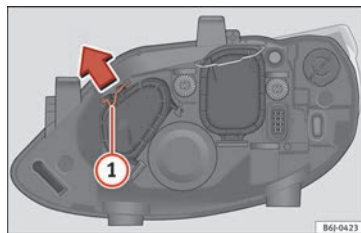

Fig. 180 Feux de position.
- Déplacez le tirant ① dans le sens de la flèche puis retirez le cache » **fig. 180**.